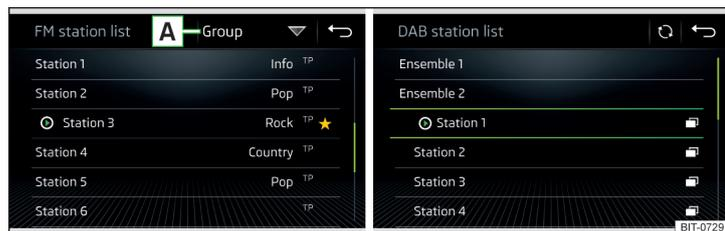

Fig. 130 Ejemplo de la lista de emisoras FM/DAB disponibles:
- ▶ Para **clasificar** (FM) las emisoras en la secuencia alfabética, según grupo o género, pulsar la superficie funcional » fig. 130 » .
- ▶ Para la **filtración** de la emisora según el tipo de programa (p.ej. cultura, música, deporte, etc.), pulsar en la lista de emisoras FM (con la función RDS encendida) y en la lista de emisoras DAB (en la clasificación alfabética seleccionada de la lista de emisoras) la superficie funcional » fig. 130.
En el rango de radiodifusión **AM** y **DAB** se realiza la actualización manualmente pulsando la tecla de función » fig. 130.